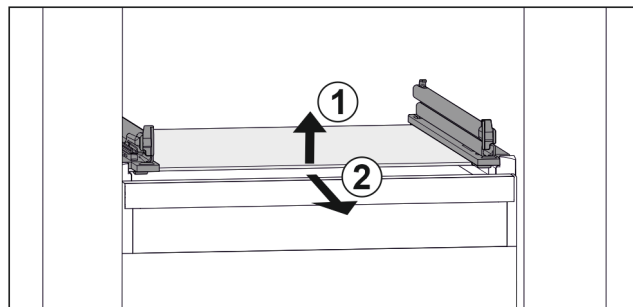

Fig. 116 Rappresentazione esemplificativa del ripiano in vetro
- Sollevare il ripiano in vetro dal davanti. Fig. 116 (1)
- Rimuovere il ripiano in vetro tirando in avanti. Fig. 116 (2)